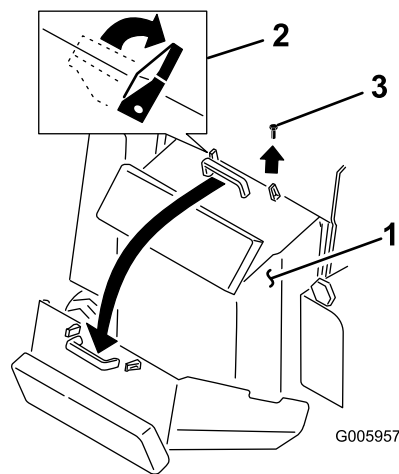

Figura 23
3. Abra las dos pestañas de cierre de la parte superior del panel de acceso trasero (Figura 23).
4. Retire el perno situado junto a la pestaña de cierre derecho (Figura 23).
5. Sujete el asa y tire del panel hacia arriba y hacia atrás para abrirlo (Figura 23).